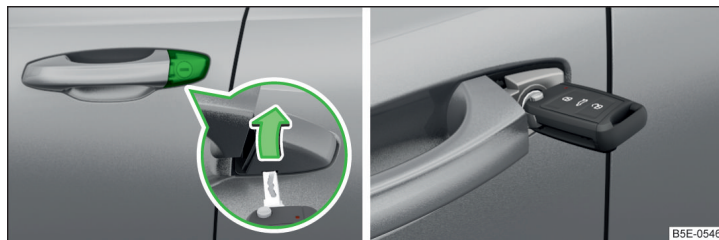

Fig. 317 Tirador en la puerta del conductor: Abrir el cubrimiento del cierre / Bombín de cierre con llave
- Introducir la llave en el rebaje en la parte inferior de la tapa y abrir la tapa en el sentido de la flecha » fig. 317.
- Con los vehículo con **dirección a la izquierda**, introduzca la llave con el paletón de la llave extensible **con las teclas hacia arriba** » fig. 317 en el bombín de cierre y desbloquee/bloquee el vehículo.